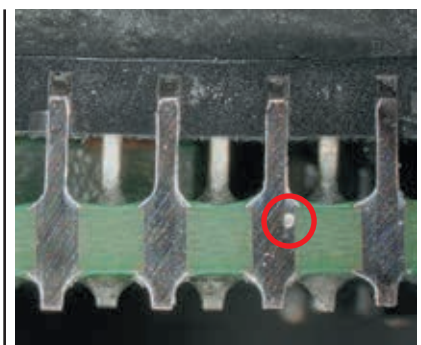

Рис. 15. Повітряна порожнина (поперечний переріз)
- наявність не більше 30% повітряних порожнин (рис. 15);